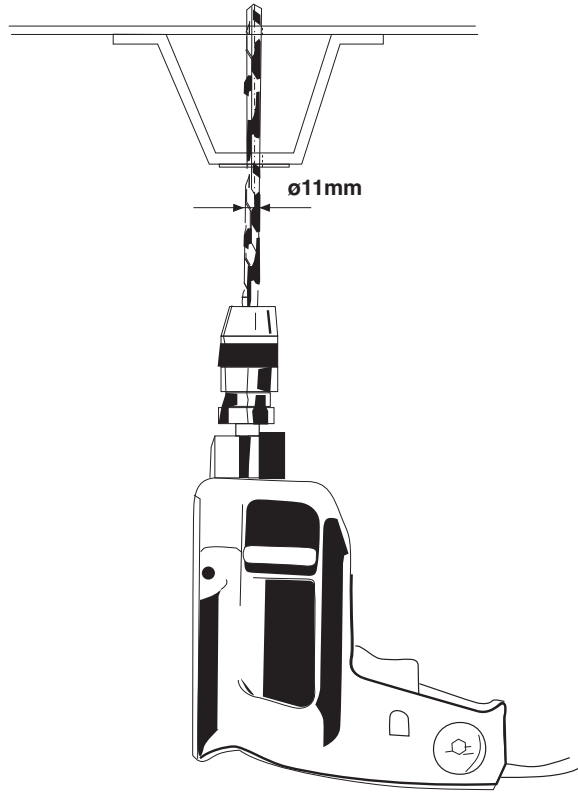

Fig. 2
4. Внимание! Не использовать существующие отверстия в балках шасси. Просверлить отверстия А до получения диаметра 11 мм. См. рис. 2.